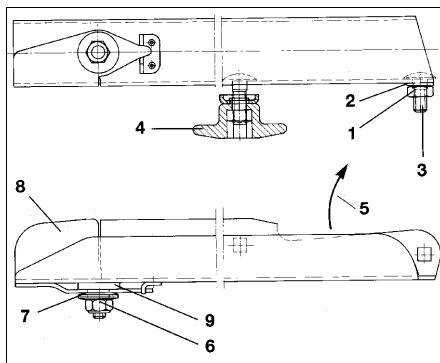

Fig. 59
- Den selvslåsende møtrik løsnes. (Fig. 59/1).
- Skiven (Fig. 59/2) og breddebolten (Fig. 59/3) fjernes.
- Vingemøtrikken (Fig. 59/4) løsnes og spredeskivlen skiftes ud.
- Den selvslåsende møtrik (Fig. 59/1) spændes, så spredeskivlen kan drejes med hånden.
Vær opmærksom på at spredeskivlen er korrekt monteret. Den åbne side af den U formede spredeskivl skal vende med omdrejningsretningen (Fig. 59/5).